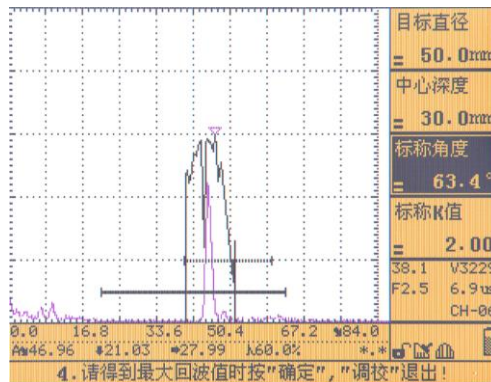

图 5.4
1. 在扫查状态下，按【波峰记忆】键，如果屏幕右下角的图标显示区出现此“”标志，表示已打开波峰记忆功能，再按此键，右下角变为“”标志，此时回波包络功能开启，如图 5.4 所示。